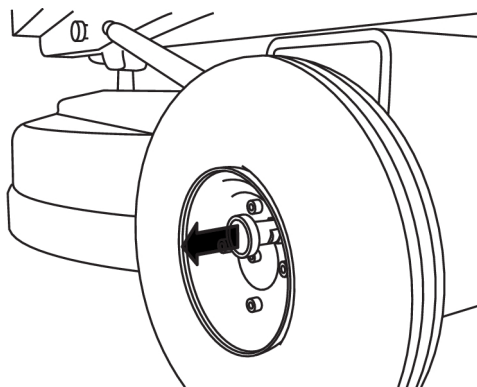

Рисунок 4-3. Отсоединение колес
1. Отсоедините колеса, вытянув стопорный штифт, см. Рисунок 4-3, стр. 19.
перед собой. Убедитесь в том, что колесо разблокировано, как показано на Рисунок 4-3, стр. 19.